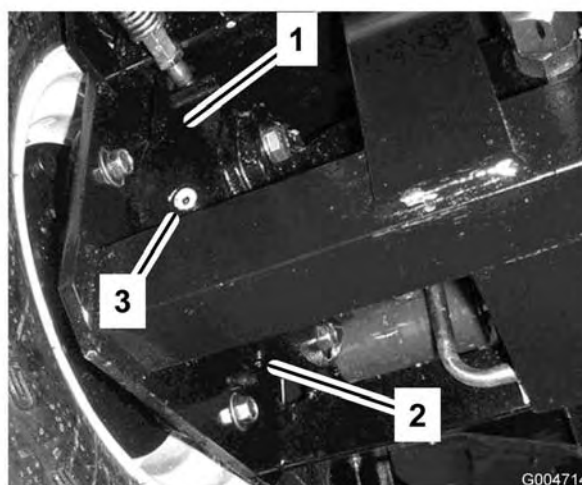

Figura 58
4. Coloque un recipiente debajo del alojamiento del freno en el otro lado de la rueda (Figura 58).
7. Retire el tapón de verificación del alojamiento del freno (Figura 58).